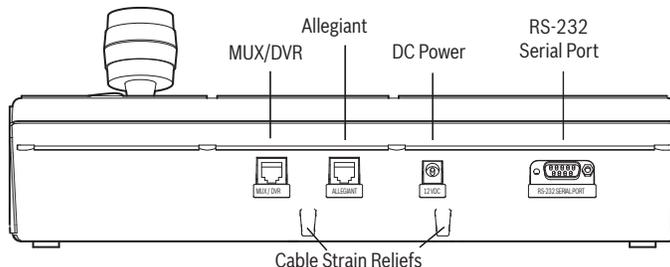

図 2.2 IntuiKey の後面パネルの接続
1. IntuiKey キーボードに搭載されている入力 / 出力接続については、図 2.2を参照してください。IntuiKey の後面パネルには、4つのコネクタ（RJ-11 コネクタ x 2、メス 9 ピン D-sub コネクタ、DC 電源ジャック）が付いています。RJ-11 コネクタには「Allegiant」および「MUX/DVR」と記載され、9 ピン D-sub コネクタには「RS-232 Serial Port」と記載されています。